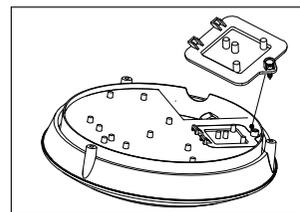

Рис. 1
5.10 Открутите защитную крышку клеммной колодки на внутренней части корпуса осветительного прибора (рис. 1).